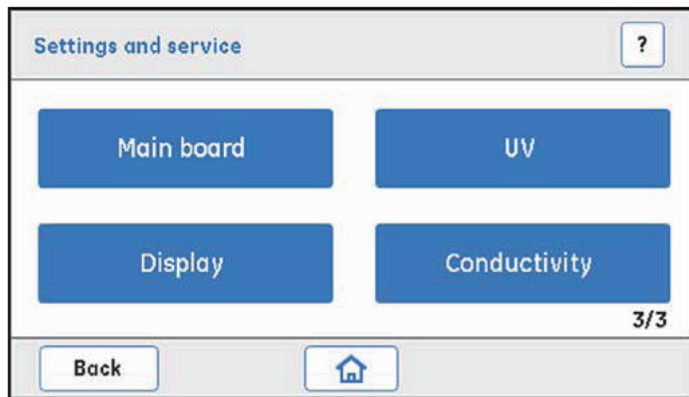

图 8. ÄKTA start 的各种设置和服务选项很容易从显示器上访问帮助按钮 [?] 为动态页面提供引导。
a) 快速运行 Quick start. 包含“即开即用”方法的模板，用于根据亲和层析 (AC)、离子交换层析 (IEX)、凝胶过滤 (GF) 和脱盐 (DS) 技术纯化大多数常见蛋白。实例见表 1。方法中已经对层析柱体积、流速、平衡、洗脱模式和组分体积等运行参数进行了预设，用户只需要输入上样体积，并确保 USD 记忆棒已连接到系统上，即可运行。当使用 Quick start 方法时，样品通过泵上样。
- 4) **设置和服务 Settings and service:** 用于配置、校准、故障排除和诊断 ÄKTA start 的各个组件 (图 8)。对于所列出的组件提供重要的诊断测试、校准设置和自我常规维护。